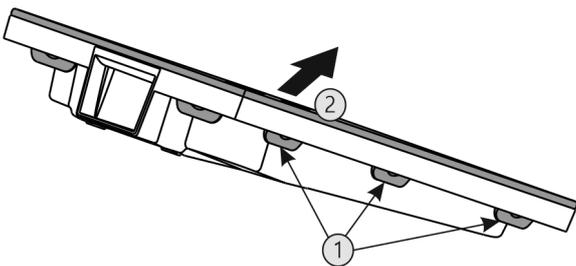

Fig. 61
- ▶ Alle Laschen Fig. 61 (1) nacheinander drücken und die Abdeckung Fig. 61 (2) entnehmen.